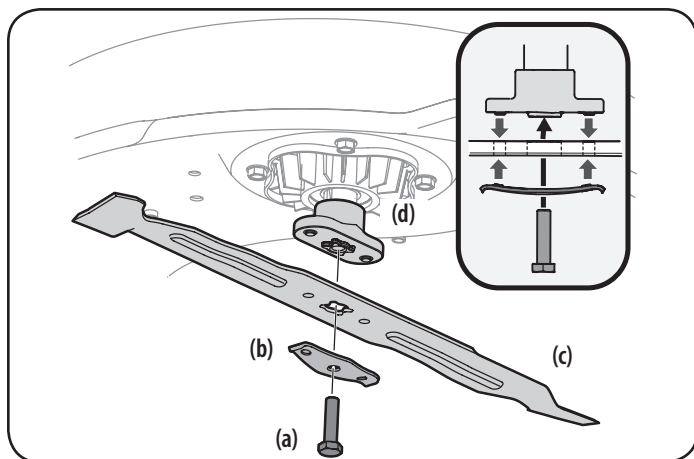

Figura 49
- Saque el perno (a) y el soporte de campana de la cuchilla (b) que sostienen la cuchilla (c) y el adaptador (d) al motor de la plataforma. Consulte la Figura 49.
4. Extraiga la cuchilla (c) y el adaptador (d) del husillo del motor de la plataforma. Consulte la Figura 49.